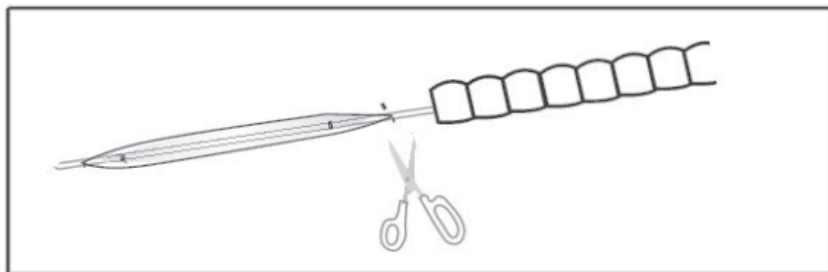

Figura 4
8. Se o balão vazio ou o fio-guia pré-carregado não puderem ser retirados do canal de trabalho após o procedimento, a remoção do endoscópio junto com o balão vazio e o fio-guia pré-carregado pode ser necessária para evitar danos no endoscópio. Após a remoção, retire a capa do balão cortando o balão na sua extremidade proximal, conforme mostrado na Figura 4.
Não retire à força do endoscópio o balão ou o fio-guia pré-carregado se encontrar uma resistência significativa. Pode ser necessária a remoção do endoscópio juntamente com o balão comprometido e o fio-guia pré-carregado, de forma a danos ao endoscópio. Remova o cateter de balão do endoscópio cortando a extremidade proximal do balão (Ver Figura 4).